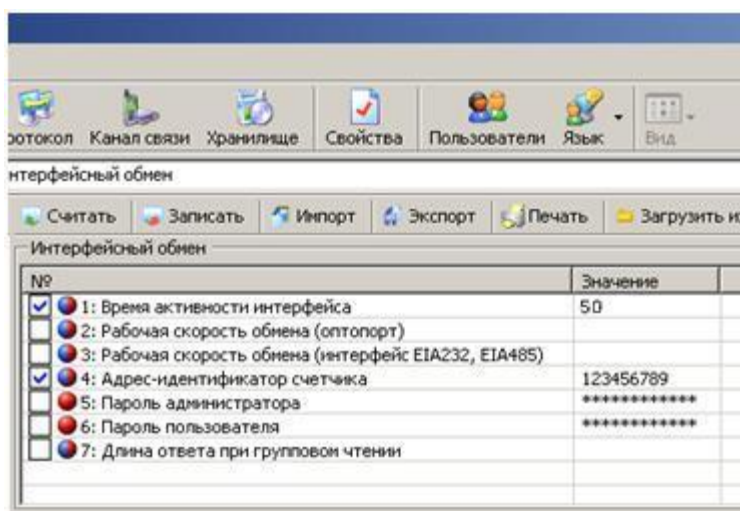

Рисунок 5.26 – Интерфейсный обмен
- Проверить значения начальной и рабочей скорости через интерфейс, они должны быть равны 9600 бод (5) (см. п. 5.4.3).
- Чтением параметра *«время активности интерфейса»* убедиться, что его значение равно 50 с. (см. рисунок 5.26).
- Чтением параметра *«адрес-идентификатор счетчика»* (см. рисунок 5.26) убедиться, что его значение равно 9 последним цифрам серийного номера, без нулей перед значащими цифрами, т.е. если 9 последних цифр заводского номера имеют вид «000000001», то идентификатор равен «1».